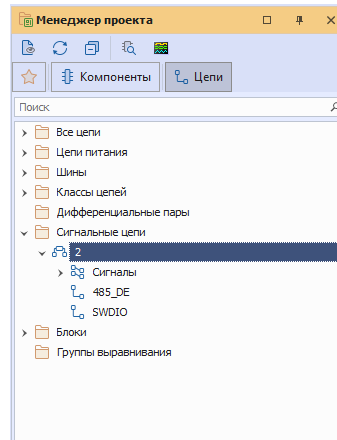

Рис. 325 Отображение в панели «Менеджер проекта» существующих сигнальных цепей
4. В панели «Менеджер проекта» → «Цепи» → «Сигнальные цепи» отображаются все существующие группы сигнальных цепей, см. Рис. 325.